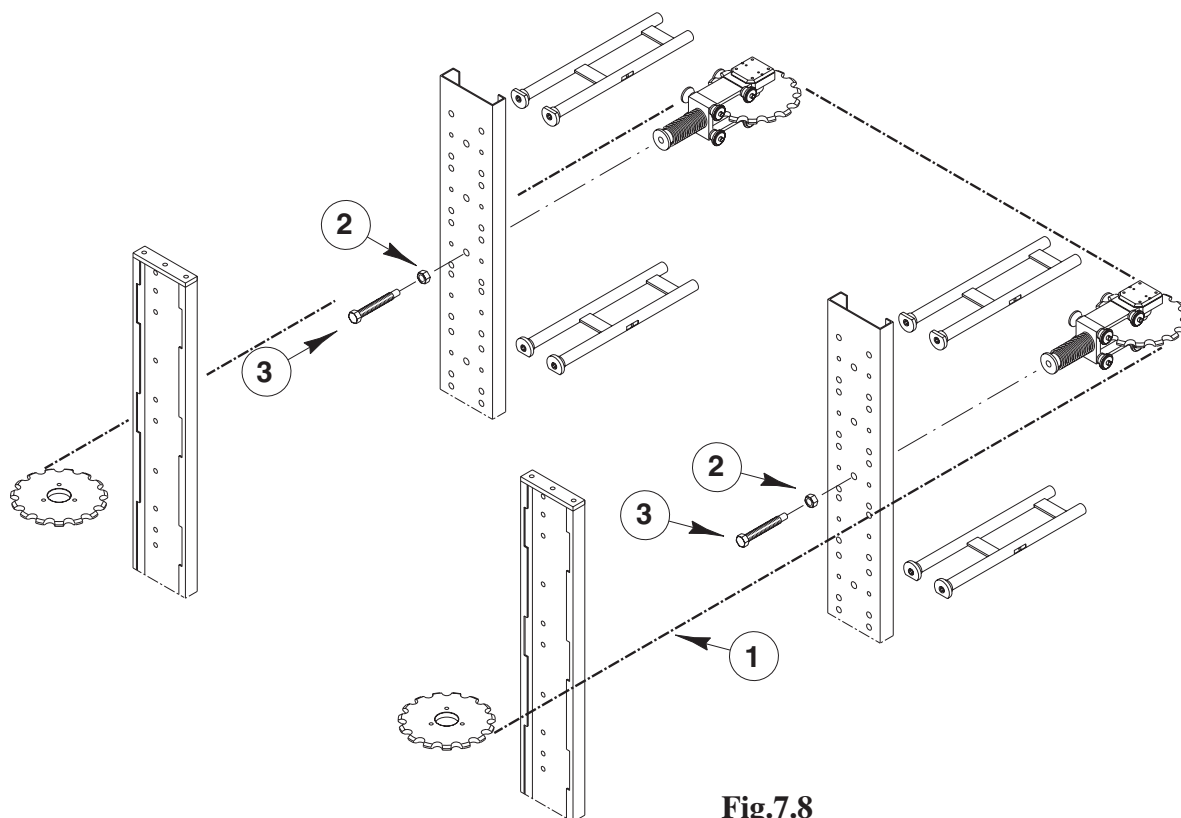

Fig.7.8
- Eleve la cadena, sin excesivo esfuerzo, a mitad entre la columna anterior "A" y la columna posterior "B" (*Pos.1, Fig.7.8*) Si esta se sale con facilidad de su guía significa que está muy floja.
- 1) Afloje la contratuerca (Pos.2, Fig.7.8).
- 2) Ajuste el tornillo (Pos.3, Fig.7.8) hasta que la
- 3) Bloquee la contratuerca (Pos.2, Fig.7.8).